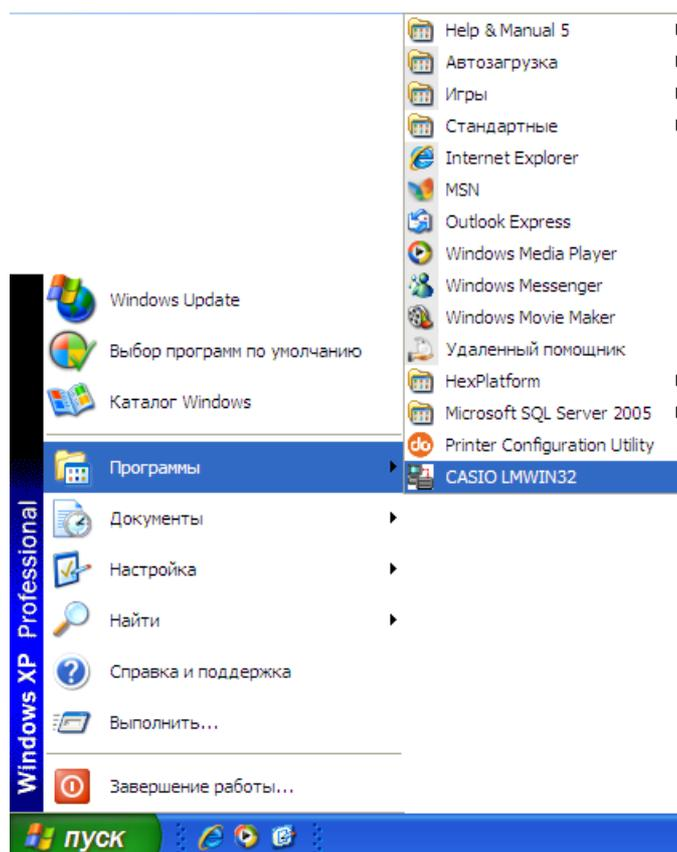

Рис.1 Пуск > Программы > CASIO LMWIN32
2) Запустить утилиту *lmwin*. **Пуск > Программы > CASIO LMWIN32** (рис. 1).